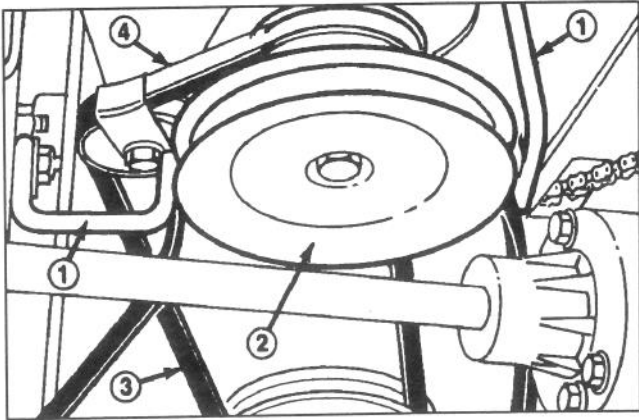

Figure 23
2. Régler la commande de hauteur de coupe au plus bas et desserrer les guides de courroie près de la poulie moteur. Déposer la courroie de la poulie moteur (Fig. 23).
3. Desserrer et déposer (1) la vis de montage qui retient chaque guide de courroie à l'unité de coupe. Ecarter les guides pour les éloigner de la poulie de pivot et déposer la courroie. Vérifier à l'oeil nu que la courroie n'est ni usée, ni endommagée (Fig. 23).
4. Remplacer les guides de la courroie pour la poulie de transmission et resserrer les guides sur la poulie moteur. Poser la pièce de retenue sur la poulie de tension qui est dirigée vers l'arrière comme illustré à la Figure 23.